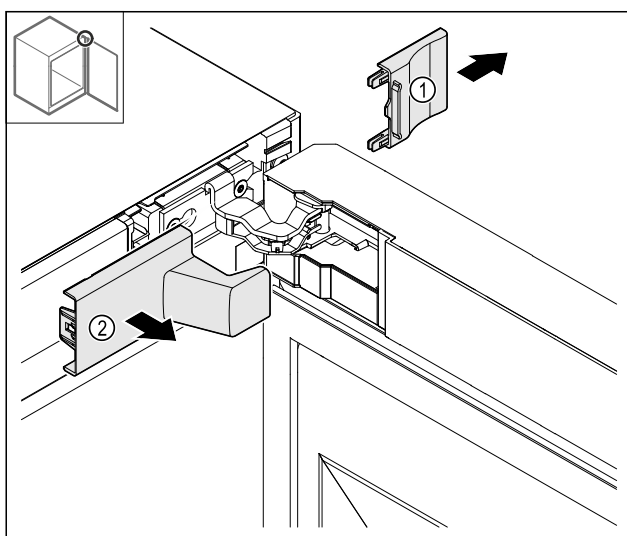

Fig. 13
- Ta bort skyddet Fig. 13 (1) och sedan Fig. 13 (2).